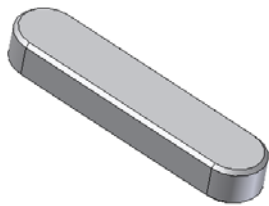
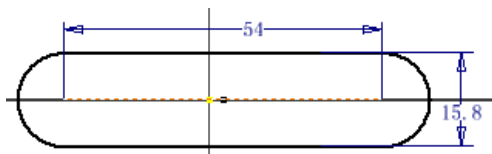

图 6-24 平键
图 6-25 建立拉伸草图
②对平键的设计过程做简单介绍，平键（模型文件位于“\第6章”目录下，文件名为“平键.ipt”）如图6-24所示。平键是通过拉伸得到的，首先创建拉伸的草图几何图形，如图6-25所示，注意两端圆弧均与两条直线在交点处相切。以该几何图形为截面进行拉伸，拉伸深度为10，拉伸示意图如图6-26所示。将拉伸得到的平键主体进行倒角即可得到图6-24所示的平键。